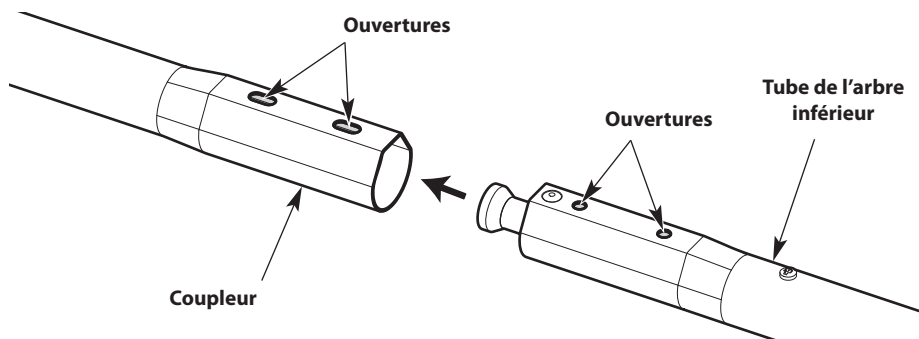
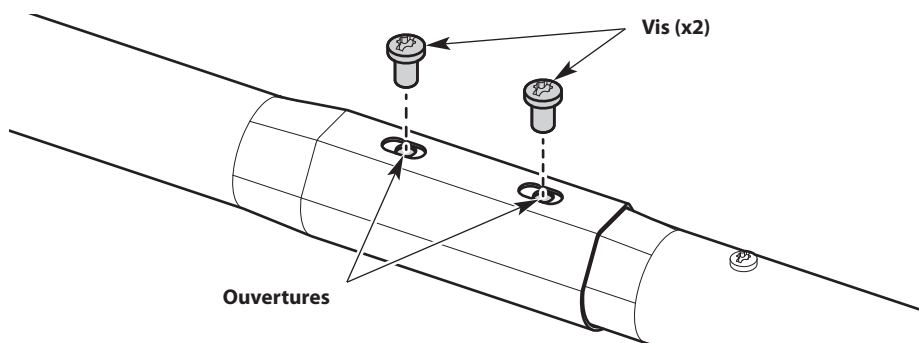

Fig. 5
Fig. 6
2. Retournez la partie supérieure de l'unité. Les orifices situés sur le coupleur doivent être orientés vers le haut (Fig. 5).
3. Retournez la partie inférieure de l'unité. Les orifices situés sur le tube inférieur de l'arbre doivent être orientés vers le haut (Fig. 5).
4. Enfoncez le tube inférieur de l'arbre dans le coupleur (Fig. 5). Les orifices situés sur le tube inférieur de l'arbre devraient s'enligner avec ceux du coupleur (Fig. 6).
5. Insérez les vis (2) dans les orifices enlignés (Fig. 6).